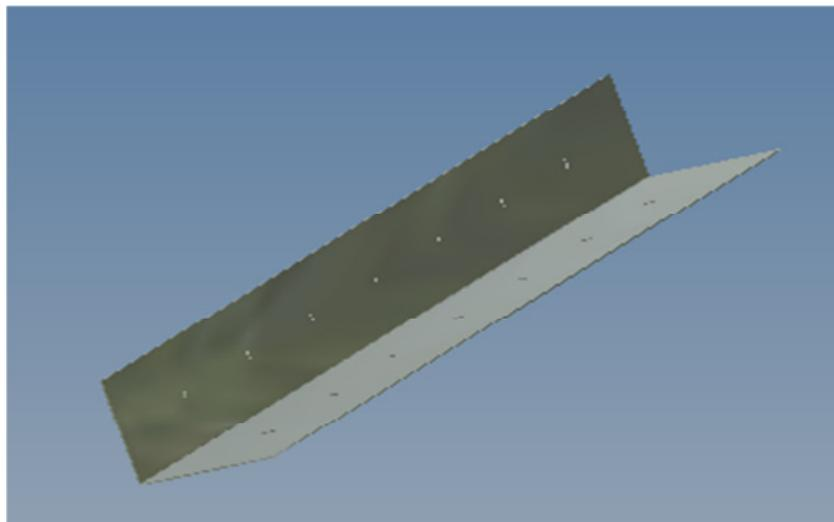

Bild 9 Eckabdichtung
3.2.11 Die Wandecken werden dann innen und aussen geschlossen, indem die beigegebenen Kanteile (Bild 9) mittels Bohrschrauben angebracht werden.